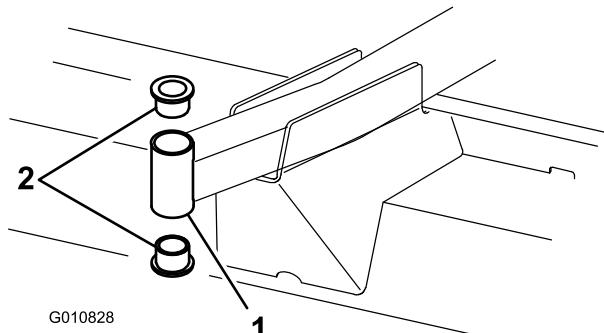

Figura 21
- Introduza um punção para cavilhas na zona superior ou inferior do tubo de montagem e retire o casquillo para fora do tubo (Figura 21). Retire igualmente o outro casquillo do tubo.